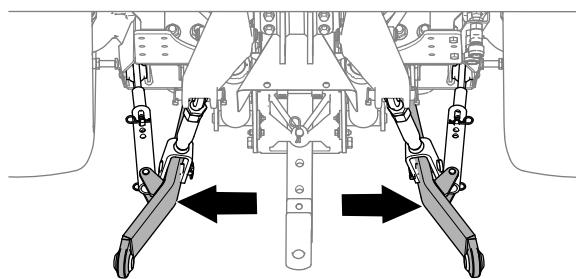

Figura 26
4. Regolate i bracci dello stabilizzatore (Figura 26) completamente verso l'esterno; fate riferimento ai *Manuali dell'operatore* per la macchina di traino.